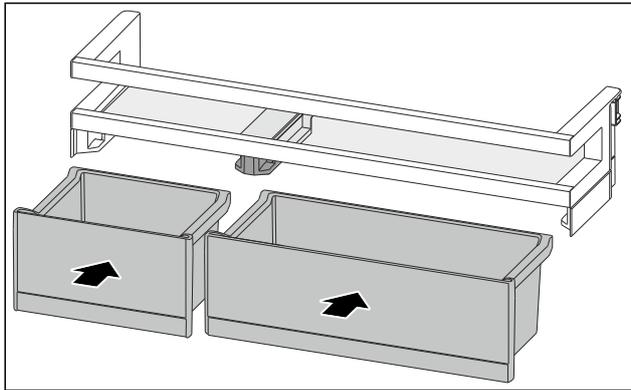

Fig. 83
- ▶ Introduceți VarioBox-urile dispuse invers. (vezi Fig. 83)